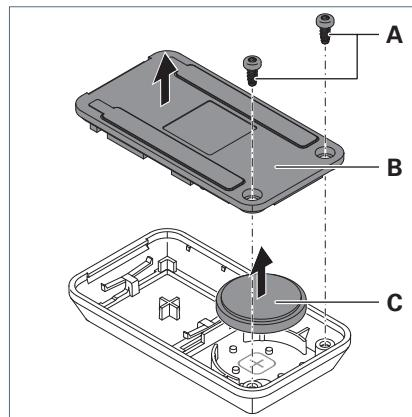

Fig. 26: Cambio batteria.
- ▶ Svitare le viti **A** dal retro **B** dell'elemento di comando, vedere Fig. 26.